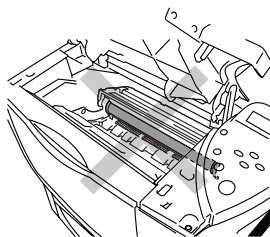
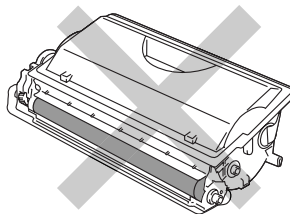

Figura 5-3
Figura 5-4
- Não toque nas partes marcadas a cinzento na Figura 5-3 e Figura 5-4.